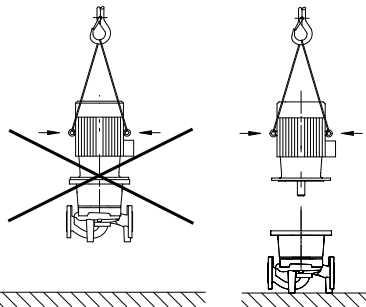

fig. 16: Transport av motorn
- Använd motorns lyftöglor endast för att lyfta motorns vikt, inte för hela pumpen (fig. 16).